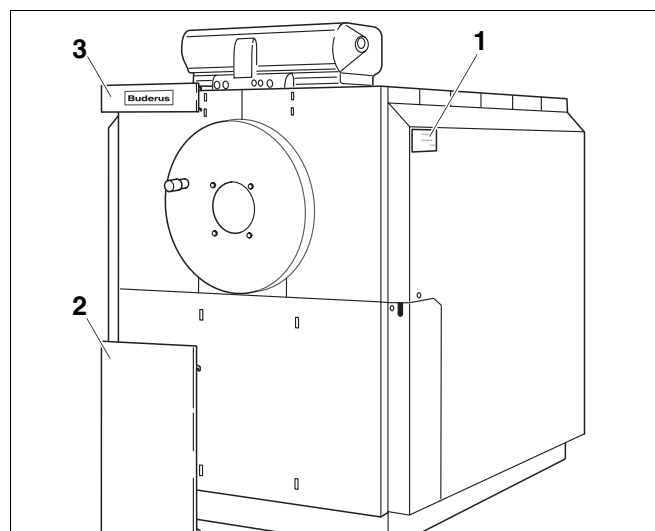

Fig. 25 Montering af paneldele
- Hægt den øverste (fig. 25, **pos. 3**) og den nederste paneldele (fig. 25, **pos. 2**) på forvægdelene ved hjælp af krogene.
- Fastgør produktskiltet på panelet foroven (fig. 25).
- Monter mærkepladen (fig. 25, **pos. 1**) på højre eller venstre sidevæg afhængigt af forholdene på stedet.